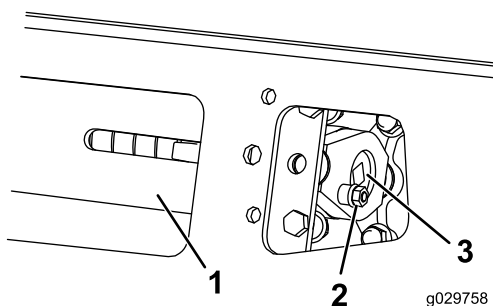

Figura 59
3. Rimuovete il bullone di bloccaggio, il distanziale e il dado (Figura 59).
5. Allineate l'intaglio più vicino della vite di tensione al foro del bullone di bloccaggio e fissate la vite con il bullone di bloccaggio e il dado (Figura 59).
4. Togliere il bullone di bloccaggio e il dado (Figura 59).
5. Utilizzando un cricchetto di trasmissione da ½", rilasciate la tensione di trasmissione ruotando la vite di tensione in senso orario (Figura 59 e Figura 65).